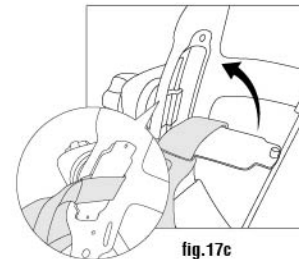

fig.17c
- Trin 3: Tryk spændet fast på det oprindelige sted (se fig. 17c).